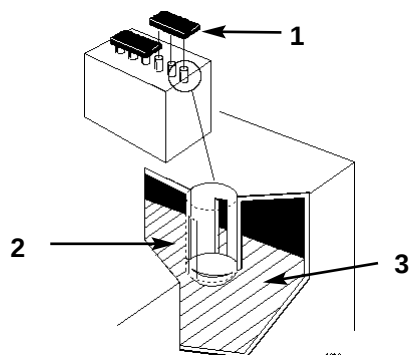

Figure 40
2. Ouvrir les bouchons pour voir l'intérieur des éléments. L'électrolyte doit atteindre la partie inférieure du tube (Fig. 40). Ne pas laisser le niveau baisser au-dessous de la marque LOWER (MINIMUM) (Fig. 40).
2. Soulever les bouchons de remplissage (Fig. 40).
3. Verser doucement de l'eau distillée dans chaque élément de la batterie jusqu'à ce que le niveau atteigne la partie inférieure du tube (Fig. 40).